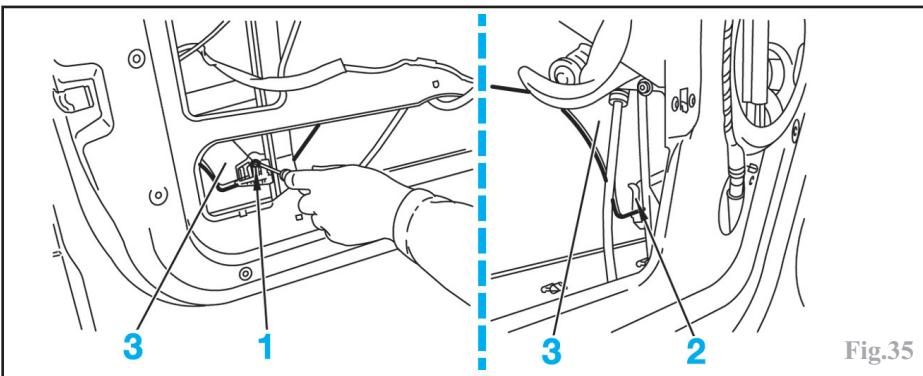

Fig.35
Déposer la garniture de porte. Descendre la vitre au trois quart. Décoller le film d'étanchéité. Déclipser la vitre en (1) et (2) (Fig.35). Retirer la vitre (3) par le haut.